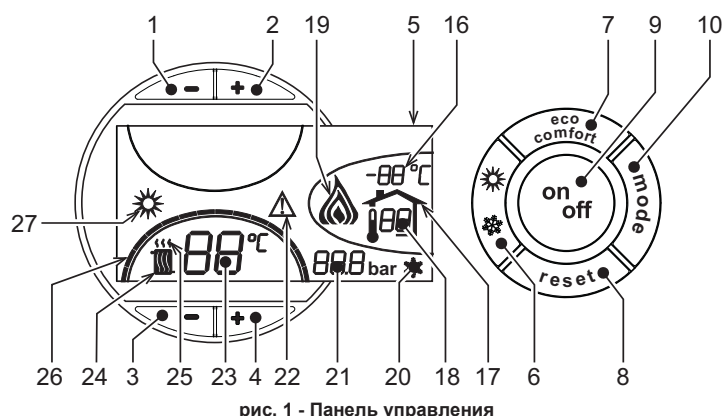
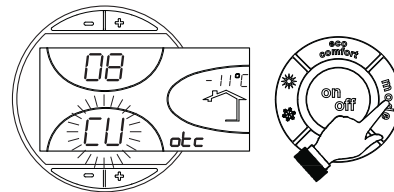
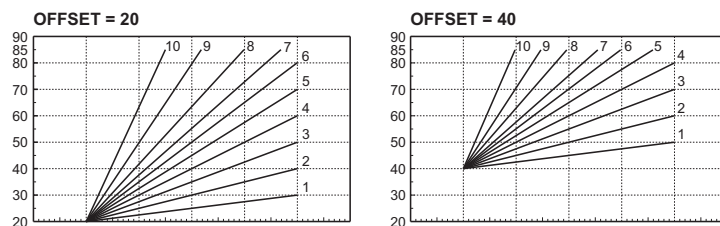

рис. 1 - Панель управления
рис. 9 - Кривая погодозависимого регулирования
рис. 12 - Пример параллельного смещения кривых погодозависимого регулирования
Нажмите клавишу **on/off** (поз. 9 - рис. 1) в течение 1 секунды.
Для повторного включения котла снова нажмите клавишу **on/off** (поз. 9 рис. 1) в течение 1 секунды.
- Нажмите кнопку ВКЛ/ВЫКЛ (9 - рис. 1)
Нажмите клавишу **Лето/Зима** (поз. 6 - рис. 1) на 1 секунду.
На дисплее высвечивается символ "Лето" (поз. 27 - рис. 1). При этом котел будет вырабатывать только воду для ГВС. Остается активной система защиты от замерзания.
Для выключения режима "Лето" вновь нажмите клавишу **Лето/Зима** (Поз. 6 - рис. 1) на 1 секунду.
Температура в системе отопления регулируется в пределах от 30°C до 80°C с помощью клавиш (дет. 3 и 4 -)рис. 1.
Температура в системе ГВС регулируется в пределах от 10°C до 65°C с помощью клавиш (поз. 1 и 2 - рис. 1).
При установке внешнего датчика (опция) на дисплей панели управления (поз. 5 -) выводится рис. 1 текущая внешняя температура, измеряемая этим датчиком. При этом система управления котлом работает в режиме "Плавающая температура". В этом режиме температура воды в системе отопления регулируется в зависимости от внешних климатических условий с тем, чтобы обеспечить максимальный комфорт и экономию энергии в течение всего года. В частности, при увеличении температуры наружного воздуха уменьшается температура подаваемой в систему отопления воды в соответствии с определенной "характеристикой компенсации".
В режиме плавающей температуры величина, заданная с помощью клавиш регулировки отопления (поз. 3 и 4 - рис. 1), становится максимальной температурой воды системы отопления. Рекомендуется устанавливать ее на максимальную величину, чтобы позволить системе выполнять регулировку во всем полезном рабочем диапазоне.
При однократном нажатии на клавишу **Режим** (поз. 10 - рис. 1) отображается фактическая компенсационная кривая (рис. 9), которую можно изменить с помощью **клавиш системы ГВС** (поз. 1 и 2 - рис. 1).
При нажатии **клавиш регулировки температуры отопления** (поз. 3 и 4 - рис. 1) обеспечивается доступ к режиму параллельного изменения кривых (рис. 12), изменяемого с помощью **клавиш системы ГВС** (поз. 1 и 2 - рис. 1).
При повторном нажатии клавиши **Режим** (поз. 10 - рис. 1) осуществляется выход из режима регулировки параллельных кривых.
Если к котлу подключено устройство дистанционного управления с таймером (опция), вышеописанные регулировки производятся в соответствии с указаниями, приведенными в таблица 1. При этом на дисплее пульта управления (поз. 5 - рис. 1) высвечивается температура в помещении, измеряемая устройством дистанционного управления.
Выбор режимов ECO/COMFORT	При выключении режима ГВС с пульта ДУ котел переходит в режим "Eco-pot". В этих условиях клавиша 7рис. 1 - на панели котла отключена. При включении режима ГВС с устройства ДУ с таймером котел устанавливается в режим Comfort. В этих условиях с помощью клавиши 7рис. 1 - на панели управления котла можно выбрать любой из этих двух режимов.